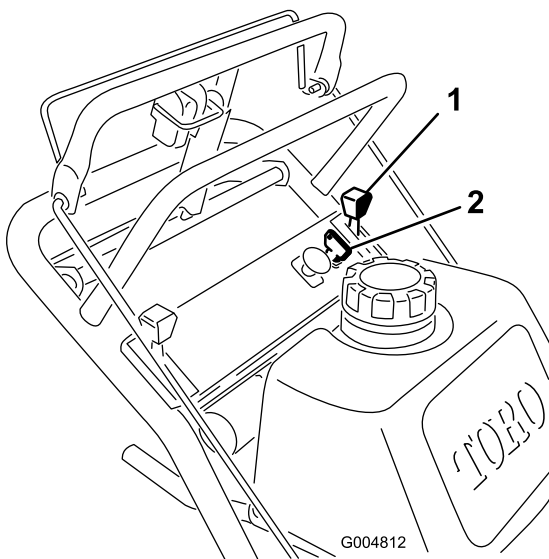

Figura 8
1. Mueva la palanca del acelerador a la posición de Lento (Figura 8).
3. Gire la llave de contacto a la posición de Desconectado (Figura 8).